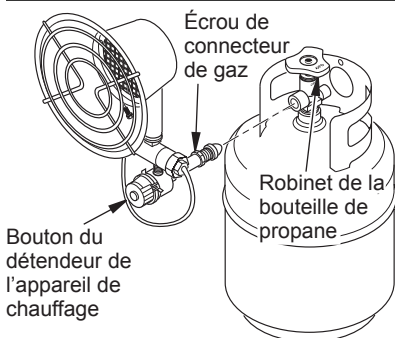

Figure 1
3. À l'aide d'une clé, serrer l'écrou du connecteur sur la valve de la bouteille de propane (voir fig. 1). Tourner l'écrou du connecteur dans le sens antihoraire pour le visser. Le filetage est à main gauche.
⚠ AVERTISSEMENT : Fixer l'appareil de chauffage à la verticale, comme illustré à la figure 1. Ne jamais le fixer à l'horizontale, car cela pourrait provoquer de dangereuses projections de flamme ou un incendie.